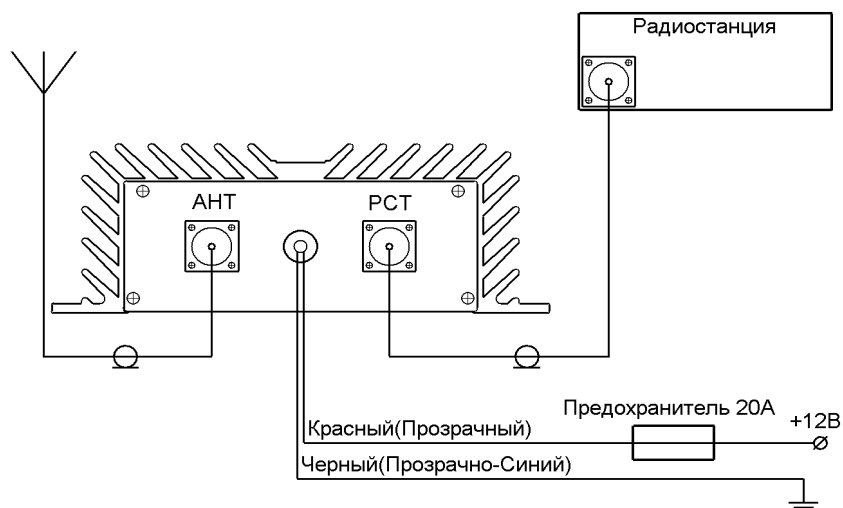

Рис. 1: Схема подключения КПП101-12
- 4.3. Подключите **Красный (Прозрачный)** провод компенсатора к «+12В» сети автомобиля через предохранитель 20А (см. рис. 1). При подключении необходимо учитывать высокий потребляемый ток. **Используйте провод сечением не менее 2 кв. мм.**
- 4.5. Подключите радиостанцию к разъему **РСТ** на компенсаторе, а антенну к разъему **АНТ**. (см. рис. 1) Кабели в комплект поставки не входят.